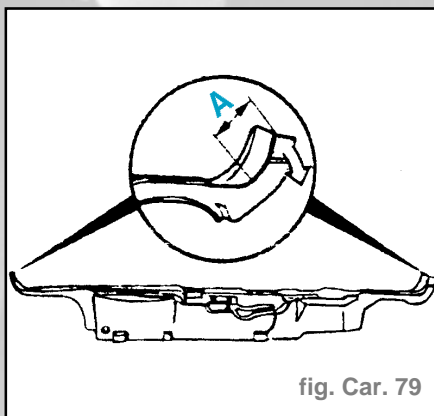

fig. Car. 79
- Il est nécessaire pour un montage plus facile, de redresser quelque peu les bords extérieurs de la partie intérieure de jupe arrière (fig Car. 79).